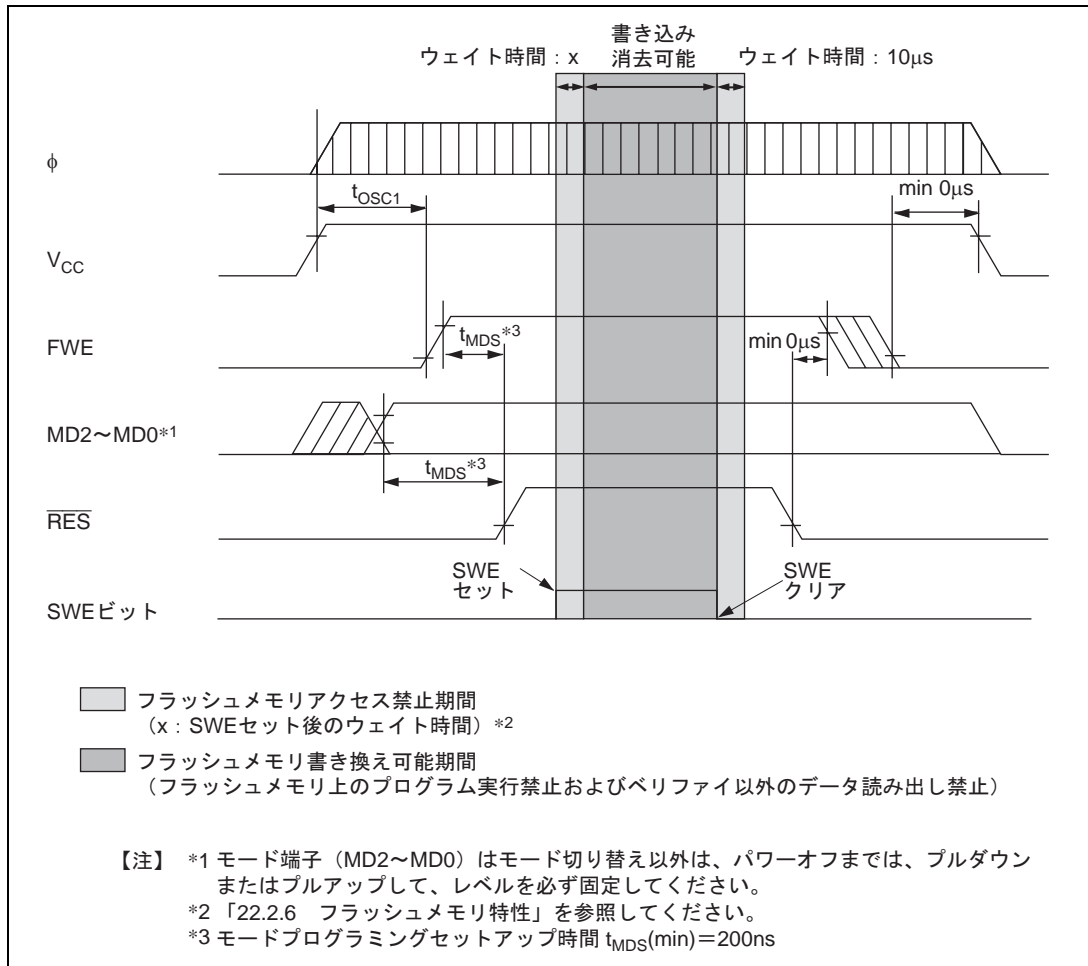
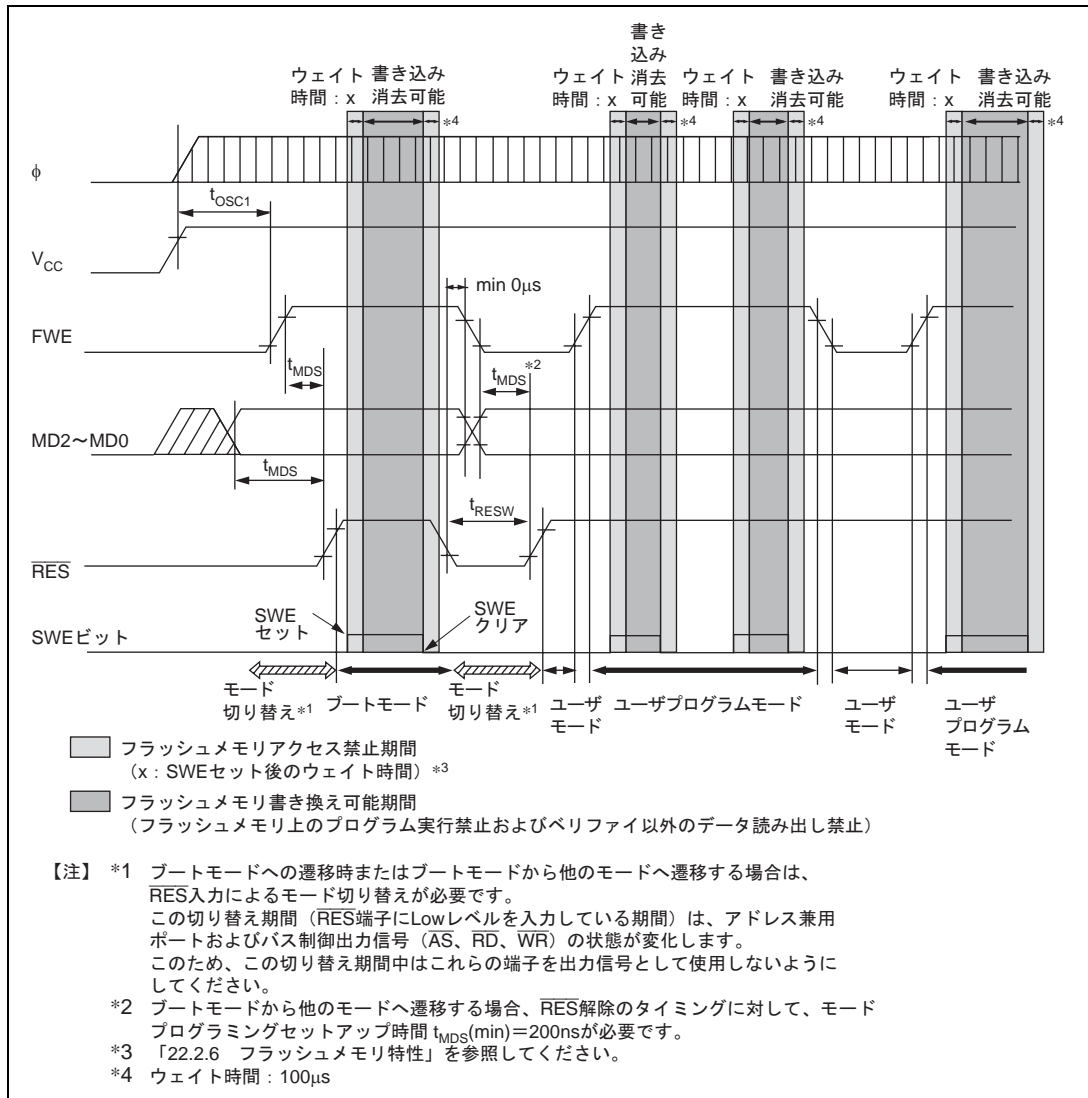

図 19.56 電源投入/切断タイミング (ブートモード)
図 19.58 モード遷移タイミング
(2) 電源投入 / 切断時の注意 (図 19.56 ~ 図 19.58 参照)
(3) FWE の印加 / 解除の注意 (図 19.56 ~ 図 19.58 参照)